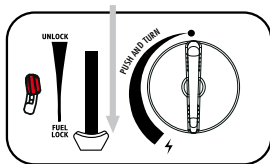
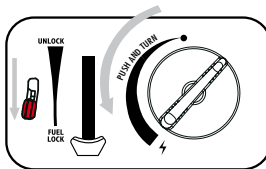

fig. 3
fig. 4
3. Premere la leva della cartuccia (6) verso il basso (fig. 3) e chiudere il coperchio della cartuccia.
4. Se si sente un "sibilo", la cartuccia non è stata inserita correttamente. Non tentare di accendere l'apparecchio, ma spostare la leva (6) in posizione "Sblocco" e ripetere i passaggi (1-4).
5. Premere la leva del flusso di gas (fig. 4) verso il basso per rilasciare il gas.
6. Ruotare completamente la manopola (8) in posizione di accensione finché non scatta. (fig. 4) Ripetere l'operazione fino all'accensione del bruciatore.